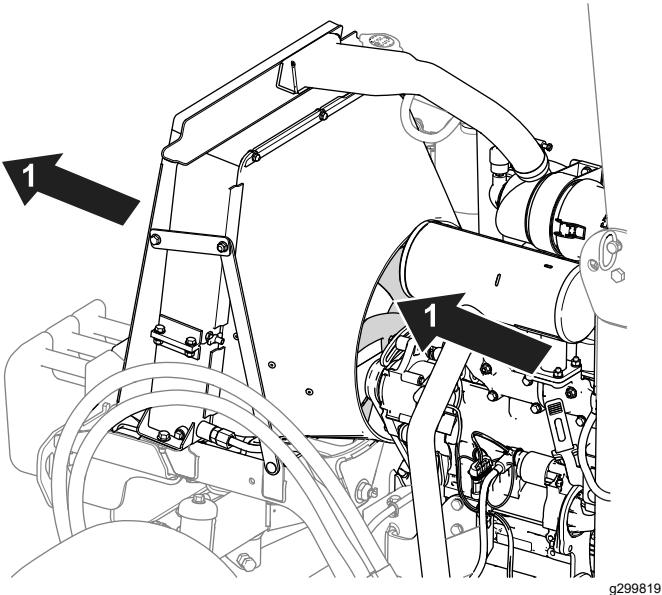

Bild 74
- Reinigen Sie die Kühlerrippen mit Druckluft. Richten Sie dabei die Druckluft vom Motorinnenraum nach außen (Bild 74).